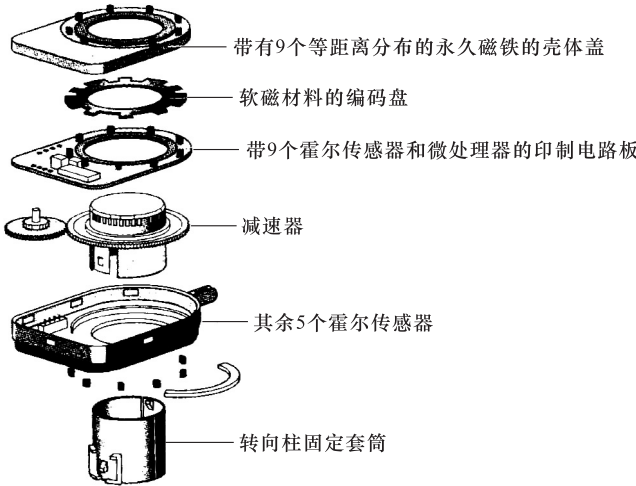

图 4-142 LWS 1 型霍尔转向轮角度传感器的结构
(1) LWS 1 型霍尔转向轮角度传感器 LWS 1 型霍尔转向轮角度传感器有 14 个霍尔传感器检测角度和转向轮的转动，如图 4-142 所示。每个霍尔传感器都像 1 个光栅，用来检测相邻磁铁的磁场。磁场由于被与转向柱一起转动的金属编码盘阻挡而大为减弱，甚至屏蔽。这样，9 个霍尔传感器得到转向轮角度的编码（数字）信息，剩下的 5 个霍尔传感器记录转向轮的转动。通过 4:1 的减速比，将该转动变为 360° ，即 4 转变 1 转。